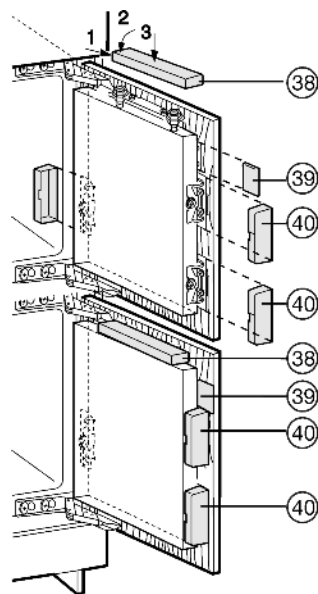

Fig. 31
- ▶ Applicare i coprifuga superiori Fig. 31 (38) inserendoli a scatto.
- ▶ Applicare i coprifuga laterali Fig. 31 (39), spingerli fino all'arresto e quindi inserirli a pressione a scatto.
- ▶ Infilare i coprifuga Fig. 31 (40) lateralmente e quindi tirarli in avanti con un cacciavite inserendoli a scatto.